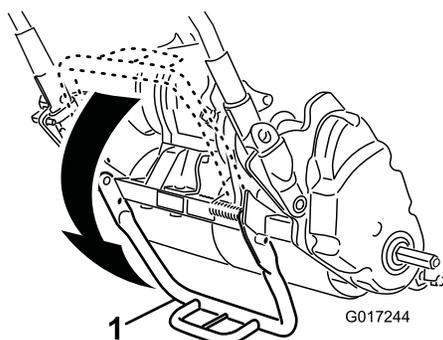

Figure 15
1. Abaissez la béquille avec le pied et tirez sur le support du guidon jusqu'à ce que la béquille bascule en avant (Figure 15).